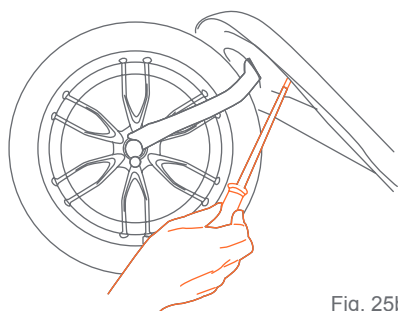

Fig. 25b
- Insérer les 4 vis à travers le dessous du cadre avant et dans les tubes en plastique du pare-chocs. Tourner les vis seulement jusqu'à bien serré (Fig. 25b).